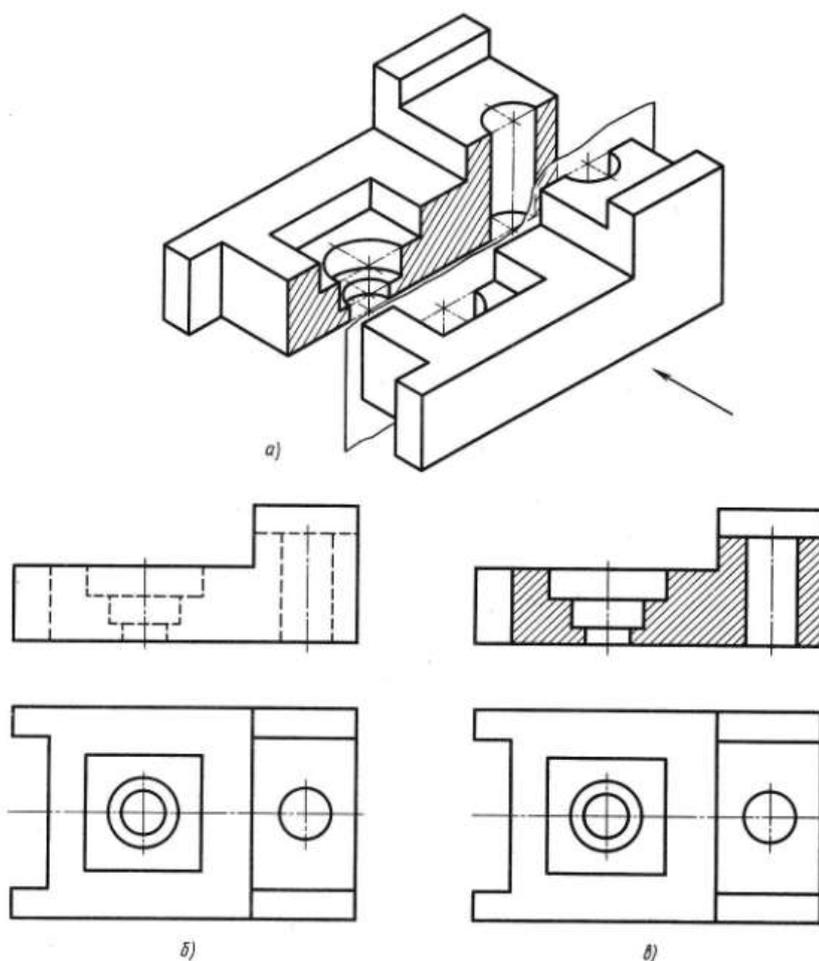

Рис.42
**Разрез** — изображение предмета, мысленно рассеченного одной или несколькими плоскостями, при этом мысленное рассечение предмета относится только к данному разрезу и не влечет за собой изменения других изображений того же предмета. На разрезе показывается то, что получается в секущей плоскости и что расположено за ней. Другими словами, часть предмета, находящуюся между плоскостью, разрезающей его, и наблюдателем, строящим изображение, мысленно удаляют, как показано на рис. 35(а). Направление взгляда здесь указано стрелкой. В результате внутреннее строение детали становится видимым. При этом линии невидимого контура (рис. 42,б) обводят линией видимого контура
Разрез, выполненный одной секущей плоскостью, называется простым (рис.42).
В разрезе изображают то, что расположено в плоскости разреза, и то, что расположено за ней. Стенки модели или детали, которые условно разрезала проведенная плоскость, заштриховывают тонкими сплошными линиями под углом  $45^\circ$  к горизонтальным линиям основной надписи. Если направление штриховки совпадает с направлением какой-либо контурной линии, то штриховку выполняют под углом  $30$  или  $60^\circ$  к линиям основной надписи. Расстояние между линиями штриховки в зависимости от площади штриховки может быть равно от  $1$  до  $10$  мм. Те части предмета, которые расположены за плоскостью разреза, не заштриховывают (рис. 42,в). Если на чертеже детали выполнено несколько разрезов, то все они должны иметь одинаковое направление наклона штриховки и одинаковый интервал между линиями штриховки (рис. 42).